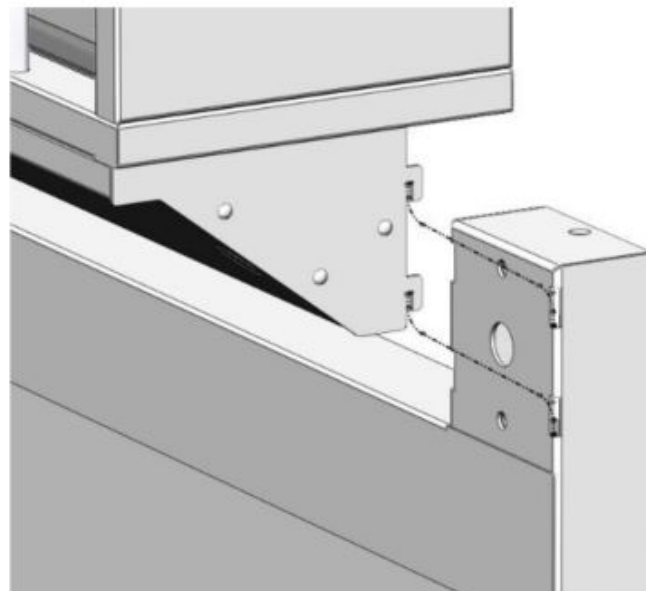

Рис. 3. Установка титровальной надстройки
- 6.5. Установить титровальную надстройку на стойки, заведя шипы в соответствующие пазы (Рис. 3).